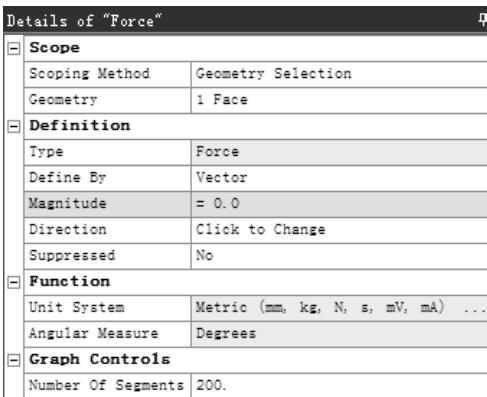

图 4.2.18 “Details of ‘Force’” 对话框 (三)
- Function 选项：选中该选项，用于定义函数类型的载荷，此时的对话框如图 4.2.18 所示，在对话框中的 Number Of Segments 文本框中输入表格段数。在图 4.2.19 所示的 Tabular Data 数据表（二）中定义函数。